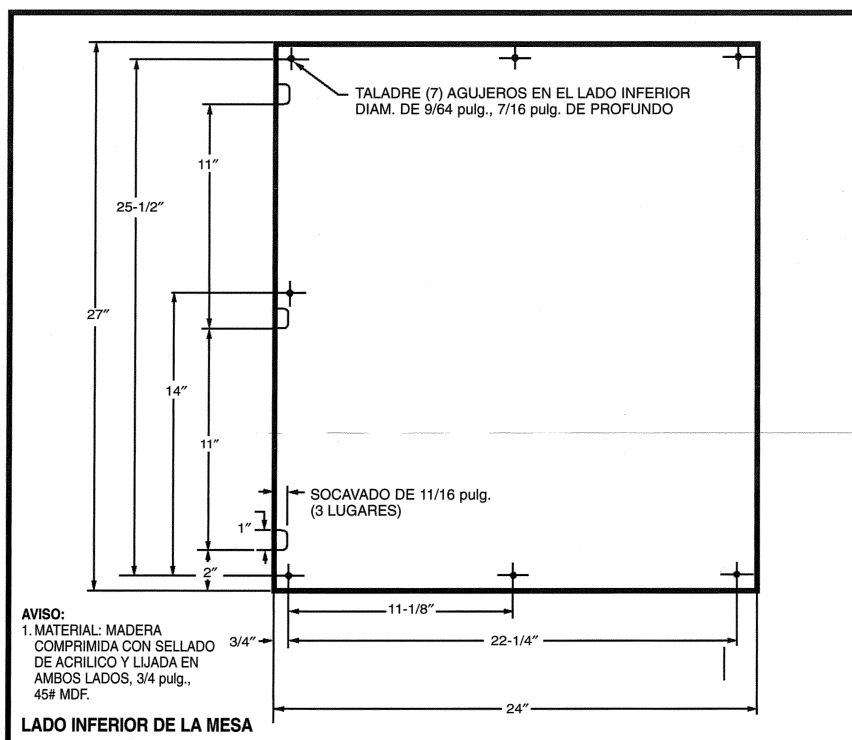
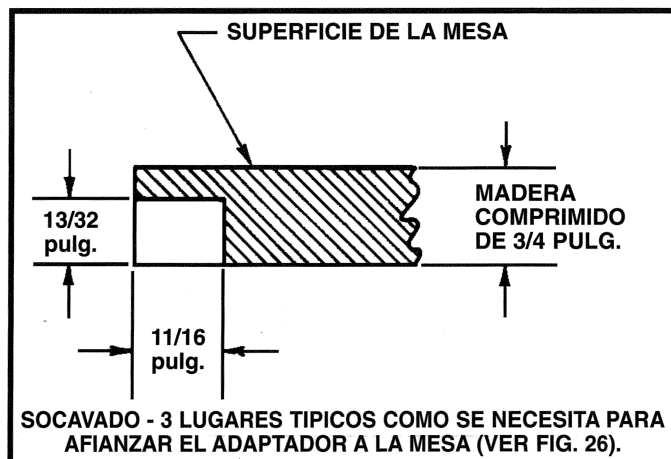

Fig. 26
Fig. 27
1. Debe construirse una mesa de 24 pulg. de largo por 27 pulg. de ancho, utilizando material de 3/4 pulg., siguiendo las dimensiones que aparecen en la Fig. 26.
2. Deben taladrarse siete hoyos con un diámetro de 9/64 pulg. a 5/8 de pulgada de profundidad en el lado inferior de la mesa. Las localizaciones de estos siete hoyos aparecen en la Fig. 26.
3. También deben hacerse tres socavados en el lado inferior izquierdo de la mesa. Las localizaciones de estos diez hoyos aparecen en la Fig. 26. El tamaño de los socavados puede verse en detalle en la Fig. 27.